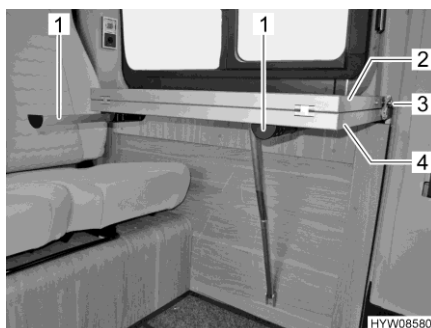

Fig. 47 Table
- Extraire les deux appuis (Fig. 47,1).
- Tirer sur le bouton de sécurité (Fig. 47,3) et retirer la sangle de sécurité de la rallonge de table (Fig. 47,2).
- Déplier la rallonge de table (Fig. 47,2).
- Replier la rallonge de table (Fig. 47,2).
- Appuyer sur le bouton de sécurité (Fig. 47,3) de la sangle de sécurité située sur la fixation de la rallonge de table.
- Enfoncer les deux appuis (Fig. 47,1).
- Soulever légèrement le plateau de table (Fig. 47,4) à l'avant.